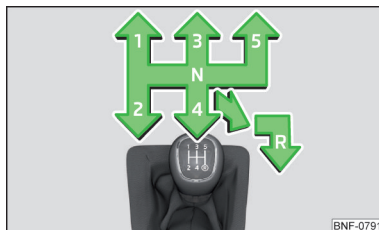

Рис. 121
На важелі перемикання передач зображено схему перемикання для окремих передач » **Рис. 121**.
- Натисніть донизу важіль перемикання передач, та повністю поверніть праворуч, а потім назад **R** у положення » **Рис. 121**.